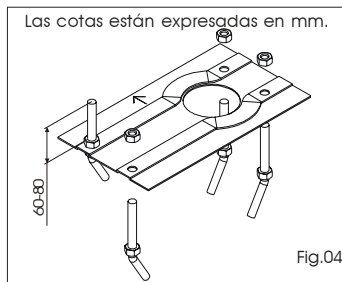

Fig.04
- 1- Ensamble la placa de cimentación como se muestra en la Fig. 04